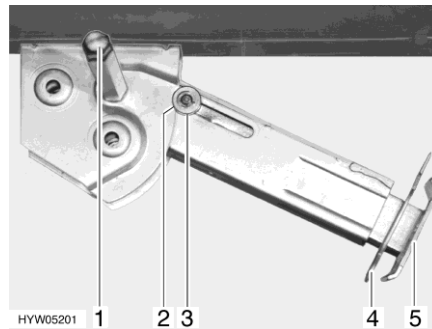

Bild 31 Stödben
- Placera hylsnyckeln på sexkanten (Bild 31,1) och vrid runt den tills stödbenet står rakt neråt.
- Drag ut sprinten (Bild 31,4) ur stödbensförlängningen (Bild 31,5).
- Placera hylsnyckeln på sexkanten (Bild 31,1) och vrid runt den tills stödbenet inte längre sitter mot marken.
- Skjut in stödbensförlängningen (Bild 31,5) helt och sätt in sprinten (Bild 31,4) i borrhålet på stödbensförlängningen.
- Vrid på sexkanten (Bild 31,1) med hylsnyckeln tills stödbenet har svängts upp och styrbrickan (Bild 31,3) befinner sig längst upp i skåran (Bild 31,2).